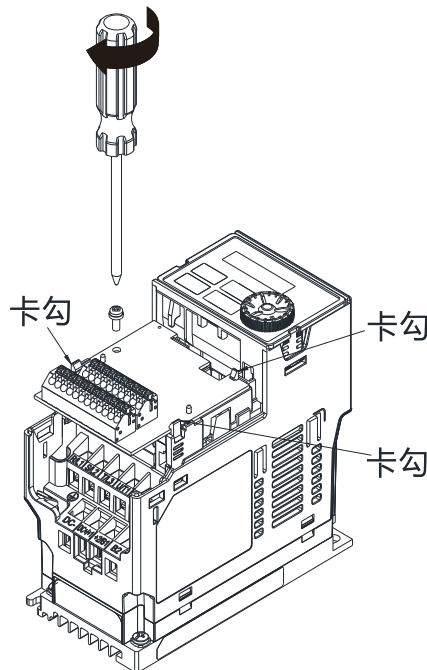

图 8-13
5. 确认三个卡勾确实卡住配件卡后，锁上螺丝（螺丝扭力建议值：4~6 kg-cm / (3.5~5.2 lb-in.) / (0.39~0.59 Nm)），如图 8-13 所示。